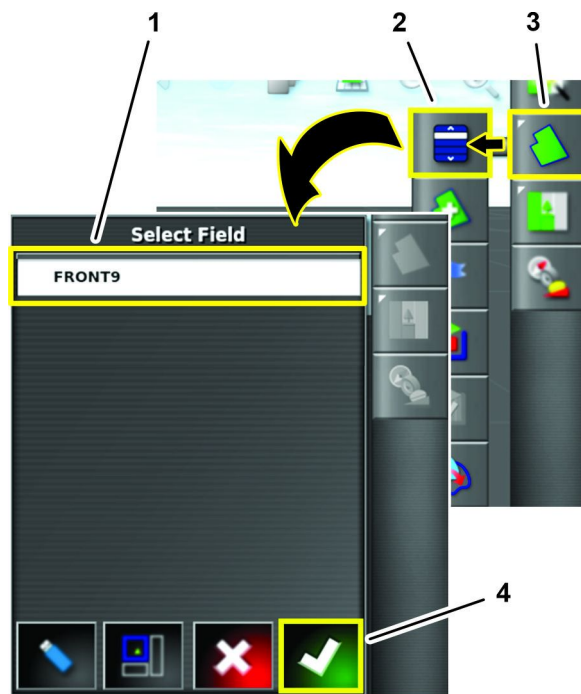

Bild 72
2. Tippen Sie auf das Symbol FELDMENÜ und das Symbol FELD AUSWÄHLEN (Bild 72).
3. Tippen Sie auf das Symbol FELD, in das Sie die Feldgrenzen von Maschine Nr. 2 einfügen möchten, und tippen Sie auf das Bestätigen-Symbol (Bild 72).